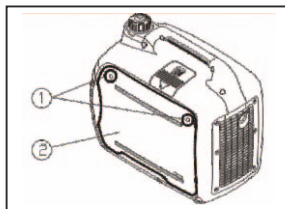

Рис.18
1. Открутите болты (1) и снимите крышку доступа к маслосазливной горловине (2) (рис. 18).